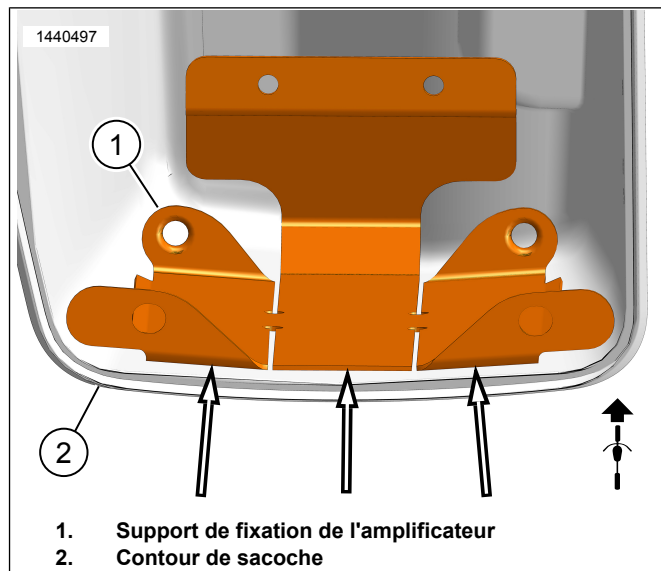

Figure 12. Contour de sacoche
- b. Figure 12 Utiliser les fentes du support de montage (1) pour pouvoir cintrer en adaptant au contour de la sacoche (2) sans basculement. Cela permettra d'assurer un meilleur contact et une meilleure adhérence avec le ruban. Ne pas enlever le film de protection pour le moment.